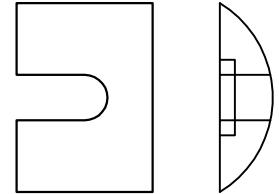

FIG.1
- A. Rattachez le cadre avant haut (B) à la panneau latéral G-D (H) en insérant la boulons allen de 1 1/4" (30 mm) [L] et rondelles [R] dans les trous des blocs et ensuite dans les écrous rapportés des panneau latéral G-D (H), comme indiqué sur la figure 1.
- B. En utilisant la Clé Allen # 4 (T) visser les boulons Allen (L) comme indiqué sur la figure 1.